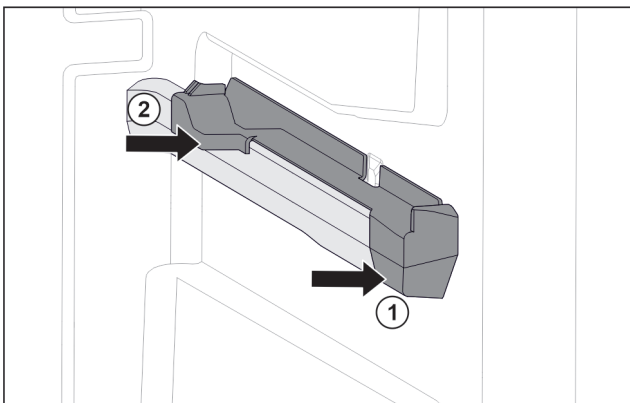

Fig. 87 Piesă de fixare pe nervura din dreapta a recipientului
- ▶ Așezați piesa de fixare în față pe nervura recipientului. Fig. 87 (1)
- ▶ Apăsați piesa de fixare spre spate. Fig. 87 (2)